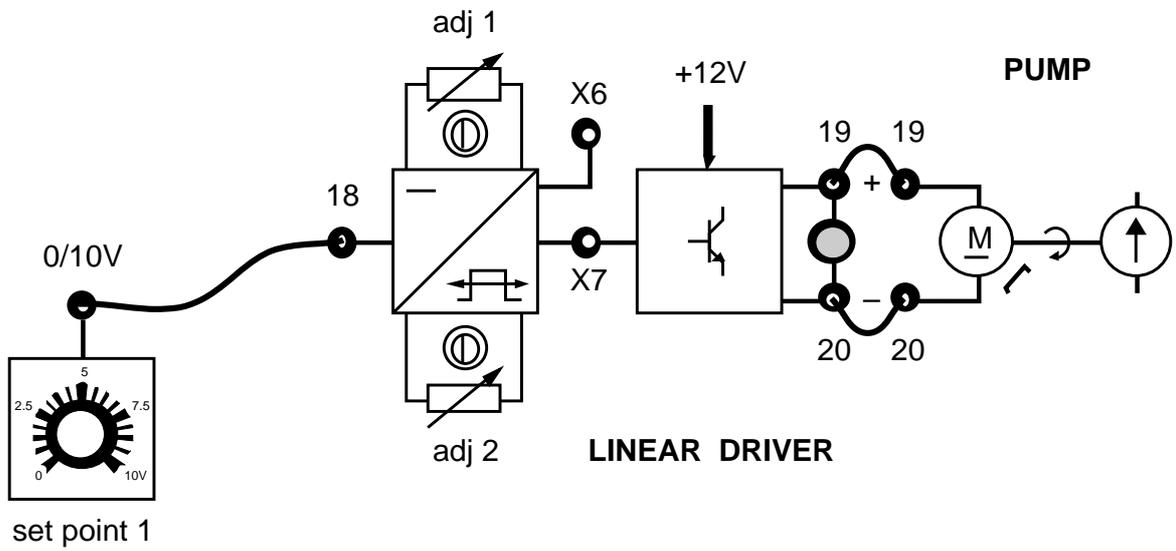
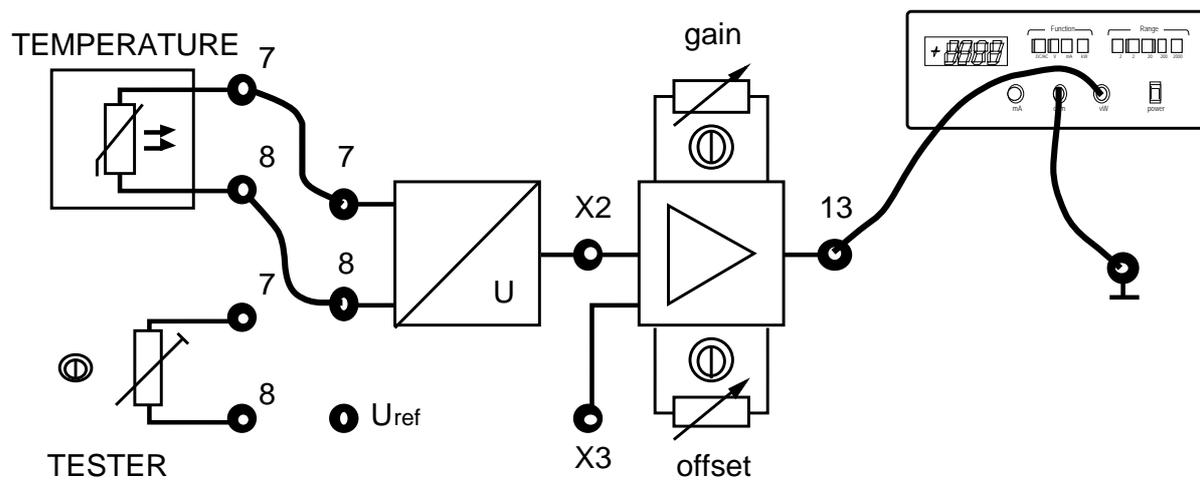

Fig. 19.1
Fig. 19.3
Asegurado de que se conozcan los prerrequisitos, entrega a los alumnos la Ficha 19.1 que representa el cableado del control ON-OFF DRIVER (fig 19.1 y 19.2). y prepara el panel de simulación del proceso de la siguiente manera:
- 3) Conectar el casquillo 19 del LINEAR DRIVER al casquillo 19 y el casquillo 20 al 20 (ficha 19.1 fig 19.1).
- 5) Apretar el interruptor general (ON).
- 9) Conectar los casquillos 7 y 8 del sensor de temperatura a los casquillos 7 y 8 de la respectiva interface (ficha 19.1 fig 19.3).
- 10) Introducir un terminal del voltímetro digital, preparado en corriente continua, en el casquillo 13 de la interface de temperatura y el otro en el casquillo de masa (ficha 19.1 fig 19.3).